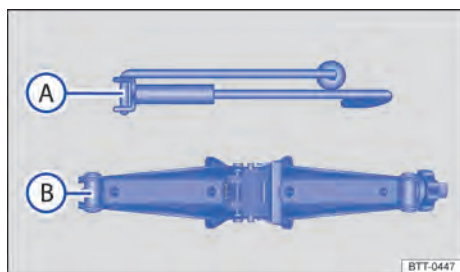

Fig. 239 Componentes do macaco sanfona.
5. Soltar os parafusos de roda a ser trocada $\Rightarrow$ Página 399. Prender a manivela $\Rightarrow$ Fig. 239 **A** no macaco sanfona **B**.